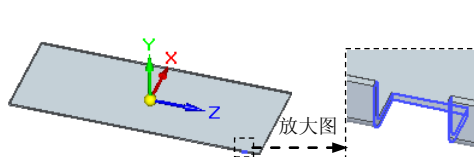
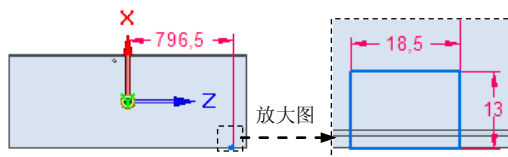

图 8.13.265 法向除料特征 2
图 8.13.266 截面草图
Step11. 创建图 8.13.265 所示的法向除料特征 2。
(1) 选择命令。在“主页”功能选项卡“钣金”工具栏中单击 按钮，选择 法向除料命令。
(2) 定义特征的截面草图。
① 选取草图平面。选取前视图 (XZ) 面为草图平面。
② 绘制图 8.13.266 所示的截面草图。